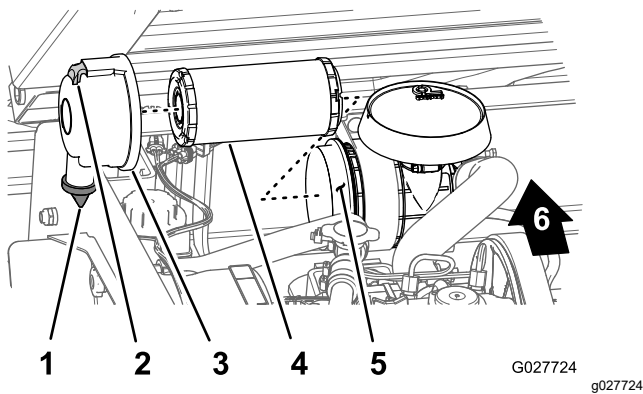

Рисунок 31
2. Проверьте корпус воздушного фильтра на наличие повреждений, которые могли бы вызвать утечку воздуха (Рисунок 31).
- Потяните защелку наружу и поверните крышку воздушного фильтра против часовой стрелки (Рисунок 31).
- Во избежание излишнего запыления соблюдайте осторожность при извлечении фильтрующего элемента из корпуса воздушного фильтра (Рисунок 31).
- Очистите канал для выброса грязи, расположенный в крышке воздушного фильтра (Рисунок 31).
- Извлеките из крышки резиновый выпускной клапан, очистите полость и замените выпускной клапан (Рисунок 31).
- Вставьте элемент в корпус воздушного фильтра, нажимая на наружный обод элемента, чтобы посадить его в корпус воздушного фильтра (Рисунок 31).
- Совместите крышку воздушного фильтра с его корпусом, при этом резиновый выпускной клапан должен быть обращен вниз (в положении приблизительно между «5 и 7 часами», если смотреть с торца), как показано на Рисунок 31.
- Закрепите крышку на корпусе фиксаторами (Рисунок 31).